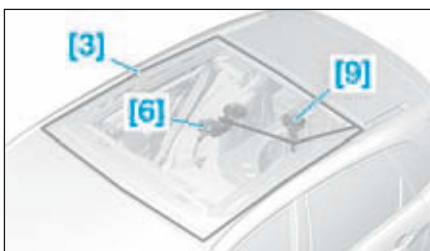

FIG.17
- Fixer le fil de découpe [3] en (12).
- Commencer la découpe du cordon de colle (Fig.17).